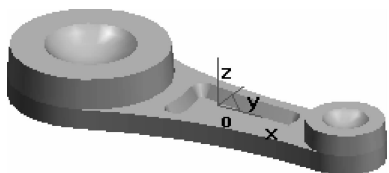

图 3-90 绘制基本拉伸体上表面的凹坑
(21)单击  按钮,退出草图绘制状态。单击  按钮,弹出“拉伸除料”对话框,输入深度“6”,选取“增加拔模斜度”复选框,输入角度“30”,单击  按钮,完成操作,作图结果如图 3-90 所示。